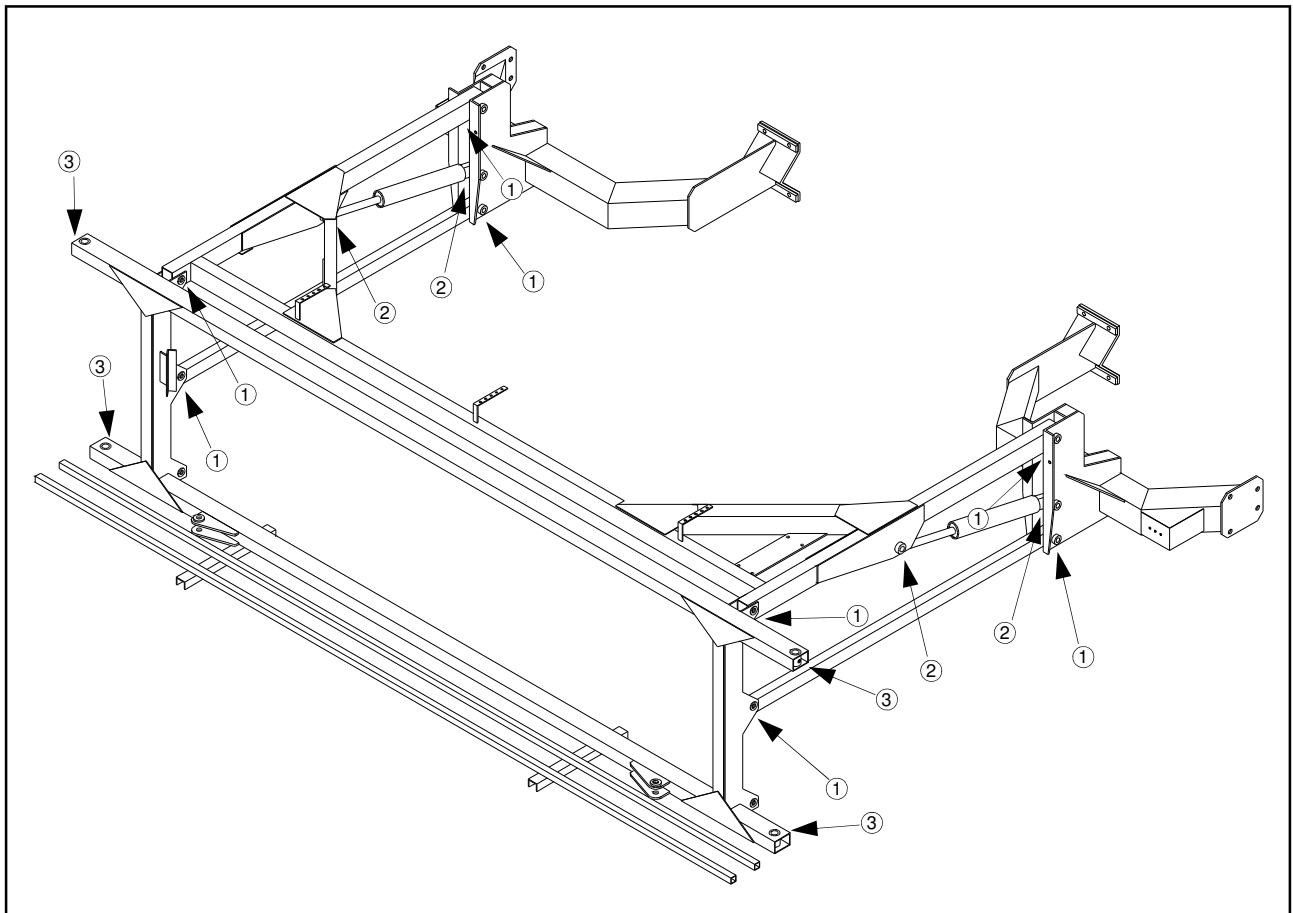

FIG 67-1
**Lift arm lift pivots:** eight places (fig. 67-1, items 1)
**Lift cylinder pivots:** four places (fig. 67-1, items 2)
**Boom fold pivots on transom:** four places (fig. 67-1, items 3)